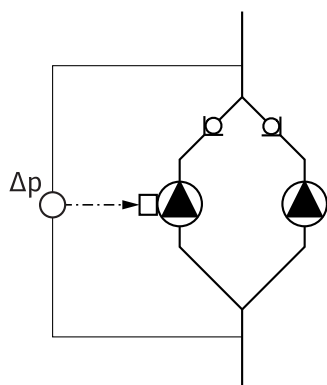

Fig. 13: Esempio, attacco trasduttore differenza di pressione
- Nell'esempio nella Fig. 13, la pompa master è quella a sinistra nella direzione del flusso. Collegare a questa pompa il trasduttore differenza di pressione.
I punti di misura del trasduttore differenza di pressione della pompa master devono trovarsi nel rispettivo collettore sul lato aspirazione e lato mandata dell'impianto a due pompe (Fig. 13).